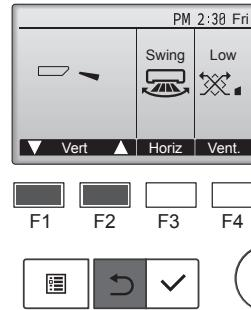

Fig. 7-4
- ② Trykk på [VELG] for å vise betjeningsskjermen for spjeldene, og trykk deretter på knappene [F1] og [F2] for å kontrollere auto-spjeldene. (Fig. 7-4)